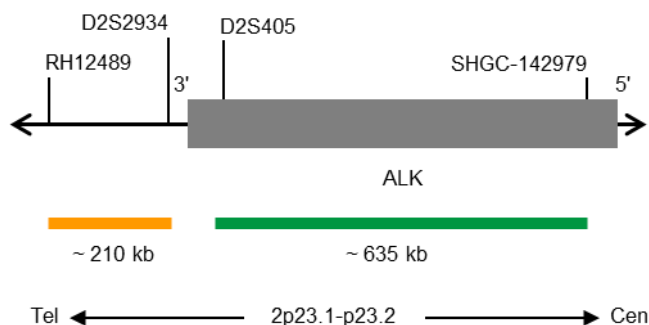

Fig. 1: SPEC ALK Mappa della sonda (non in scala)
- Polinucleotidi (~10 ng/μl) marcati con ZyGreen (eccitazione 503 nm/emissione 528 nm), che hanno come bersaglio sequenze mappate in 2p23.1-p23.2* (chr2:29,460,144-30,095,822) prossimali alla regione del breakpoint ALK (vedere Fig. 1).
- Polinucleotidi (~4,5 ng/μl) marcati con ZyOrange (eccitazione 547 nm/emissione 572 nm), che hanno come bersaglio sequenze mappate in 2p23.2* (chr2:29,174,204-29,383,335), distali alla regione del breakpoint di ALK (vedere Fig. 1).